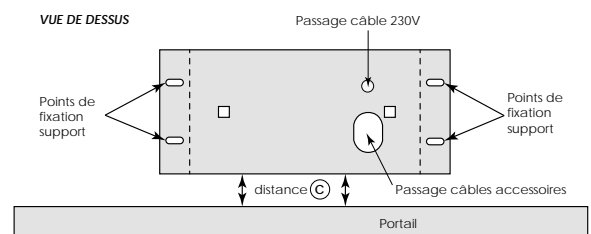

Figure 2
- Ⓑ - Positionner la plaque sans la fixer à son emplacement définitif. Elle doit être parfaitement parallèle au portail. Le bord de la plaque doit se trouver à 4 cm du portail. **(Figure 2)**
- Ⓖ - Passer tous les câbles (alimentation + accessoires) dans la base **(Figure 2)**
(Figure 2)